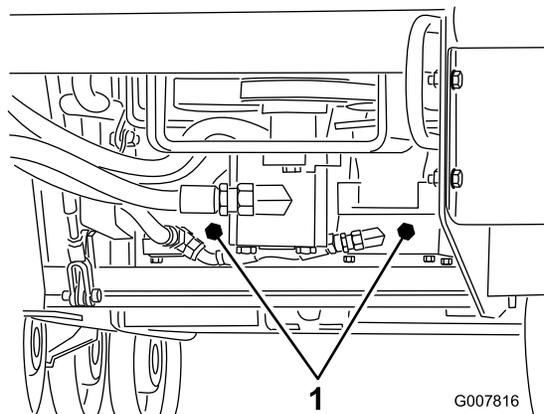

Рисунок 17
4. Используя гаечный ключ, дважды поверните буксировочные клапаны на гидравлических насосах против часовой стрелки (**Рисунок 17**).